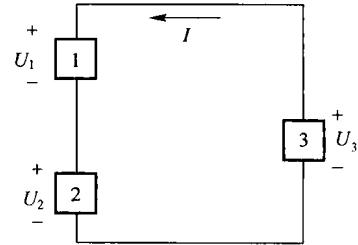

图 1-7 例 1-3 图
**例 1-3** 如图 1-7 所示， $I=3A$ ，元件 1、2、3 上电压分别为  $U_1=12V$ ， $U_2=-3V$ ， $U_3=9V$ ，试求：
(1) 各元件吸收(或发出)的功率；
(2) 整个电路吸收的功率。